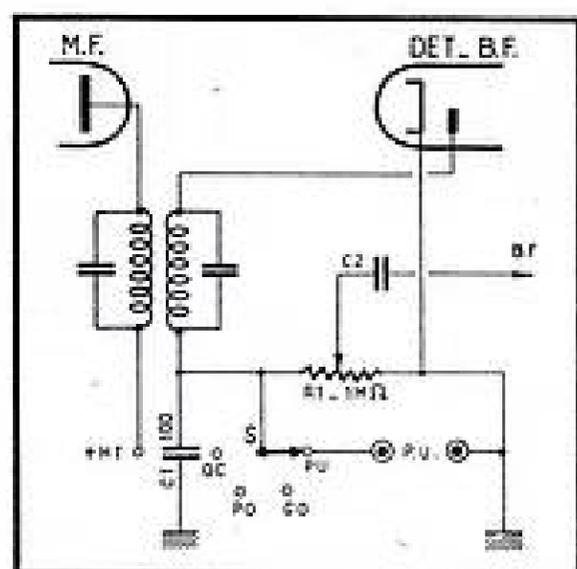

Fig. 68. — Commutation simple de la prise P.U., sans coupure du circuit de détection.
Le montage que l'on voit très souvent est celui de la figure 68, où le commutateur (S) fait partie généralement du bloc de bobinages. Nous avons indiqué, pour simplifier le dessin, quatre positions seulement pour ce commutateur, mais il est évident qu'il peut en comporter autant que le bloc possède de gammes.
Dans le cas de la figure 68, le pick-up peut rester constamment branché à la prise, mais il faut, de plus, que sur la position P.U. le bloc assure l'arrêt de toute réception.